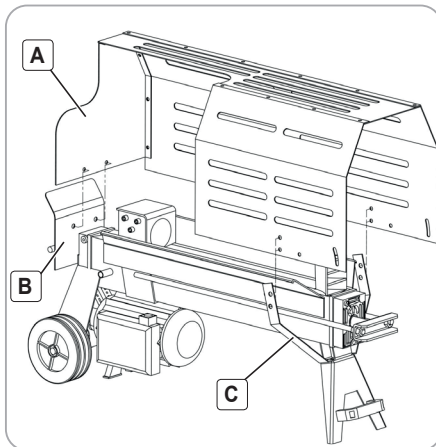

Fig.7
Conectati Protectia utilajului (A) cu Protectia manetei de control (B) si brida de fixare protectii (C) prin intermediul suruburilor M8x16, saibelor $\varnothing 8$ si piulitele de blocare M8 conform Fig.7